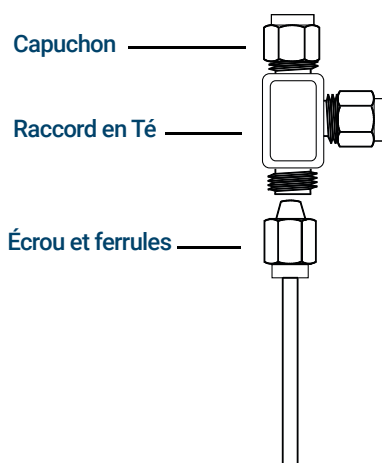

Figure 29. Té Swagelok
- 1 Coupez le tube à l'endroit où vous souhaitez installer le Té. Raccordez le tube et le Té avec un raccord Swagelok. Voir **Figure 29**.